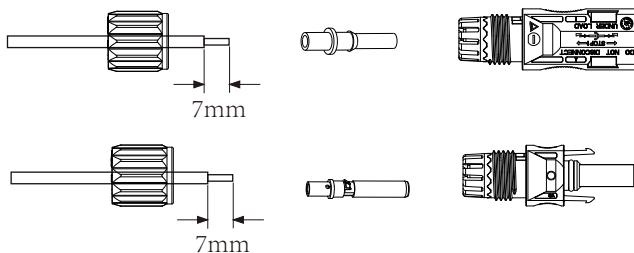

Abb. 6.3 Demontieren Sie die Überwurfmutter des Steckers
- a) Isolieren Sie den PV-Draht 7 mm ab, lösen Sie die Überwurfmutter des MC4-Steckverbinders und führen Sie einen PV-Draht durch die Überwurfmutter des Steckverbinders (siehe Abbildung 6.3). Wiederholen Sie diesen Vorgang mit allen PV-Drähten und achten Sie dabei besonders auf die Polarität des Steckers.besonders auf die Polarität des Steckers.